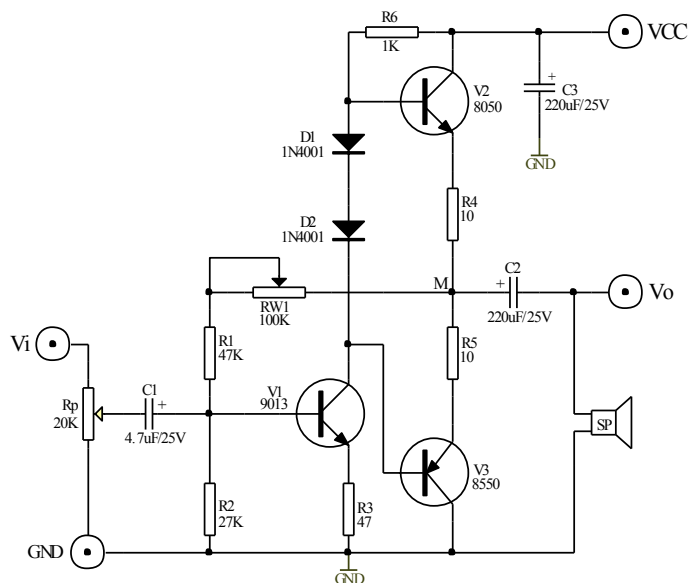

图 5-1 互补对称功率放大器
图 5-1 所示为互补对称功率放大器。其中由晶体三极管 V1 组成推动级（也称前置放大级），V2、V3 是一对参数对称的 NPN 和 PNP 型晶体三极管，它们组成互补对称功放电路。由于每一个管子都接成射极输出器形式，因此具有输出电阻低，负载能力强等优点，适合于作功率输出级。V1 管工作于甲类状态，它的集电极电流 I_{C1} 由电位器 RW1 进行调节。二极管 D1、D2，给 V2、V3 提供偏压，可以使 V2、V3 得到合适的静态电流而工作于甲、乙类状态，以克服交越失真。由于 RW1 的一端接 V1、V2 的输出端，因此在电路中引入交、直流电压并联负反馈，一方面能够稳定放大器的静态工作点，同时也改善了非线性失真。
- 1、分析图 5-1 电路中各三极管工作状态及交越失真情况。